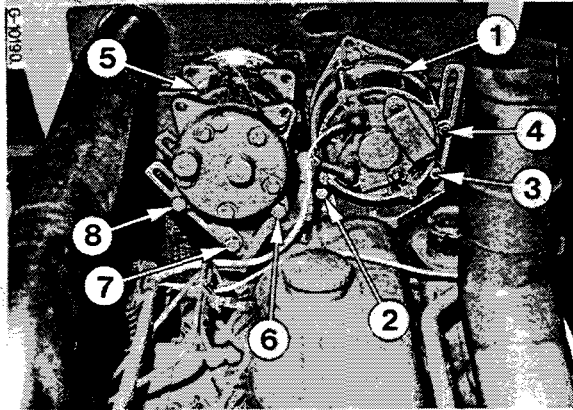

Figure 82
Soulevez le capot moteur. Desserrez les vis de fixation (2 et 3) Fig. 82 et la vis de réglage (4).
Soulevez le capot moteur. Desserrez les vis de fixation (6 et 7) Fig. 82 et la vis de réglage (8).